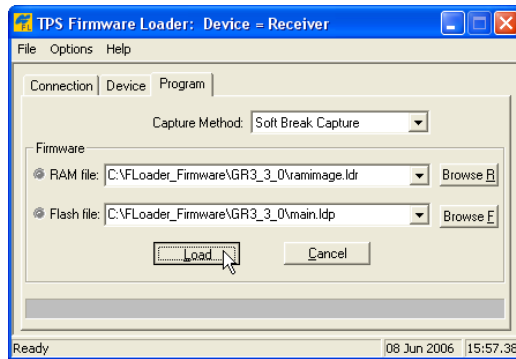

Figura 5-20. Valores de la Pestaña Program
2. Haga clic en la pestaña **Program** y configure el *Capture Method* (Método de Captura) como “Soft Break Capture” (recomendado) (Figura 5-20).
3. Busque y seleccione el archivo RAM de la tarjeta del receptor y archivo Flash (Figura 5-20).